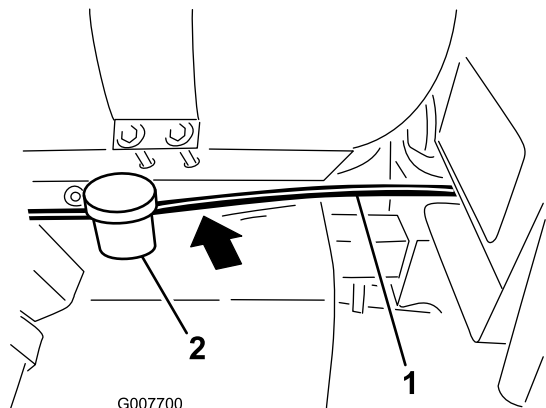

図 13
2. このホースを、フォームマーカ・ブラケットから車体の前に向かって、既存の配線に沿って、液剤タンクの下から燃料タンクの背後を通し、シートボックスへと導く（図 13）。